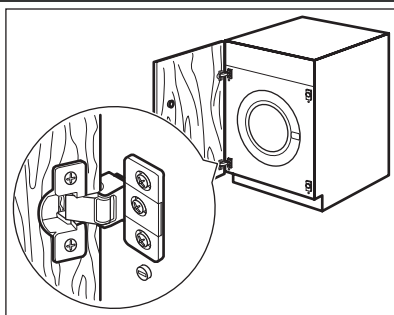

Рис. 2
- Конфигурация, в которой поставляется машина, предусматривает открывание дверцы справа налево (рис. 2).